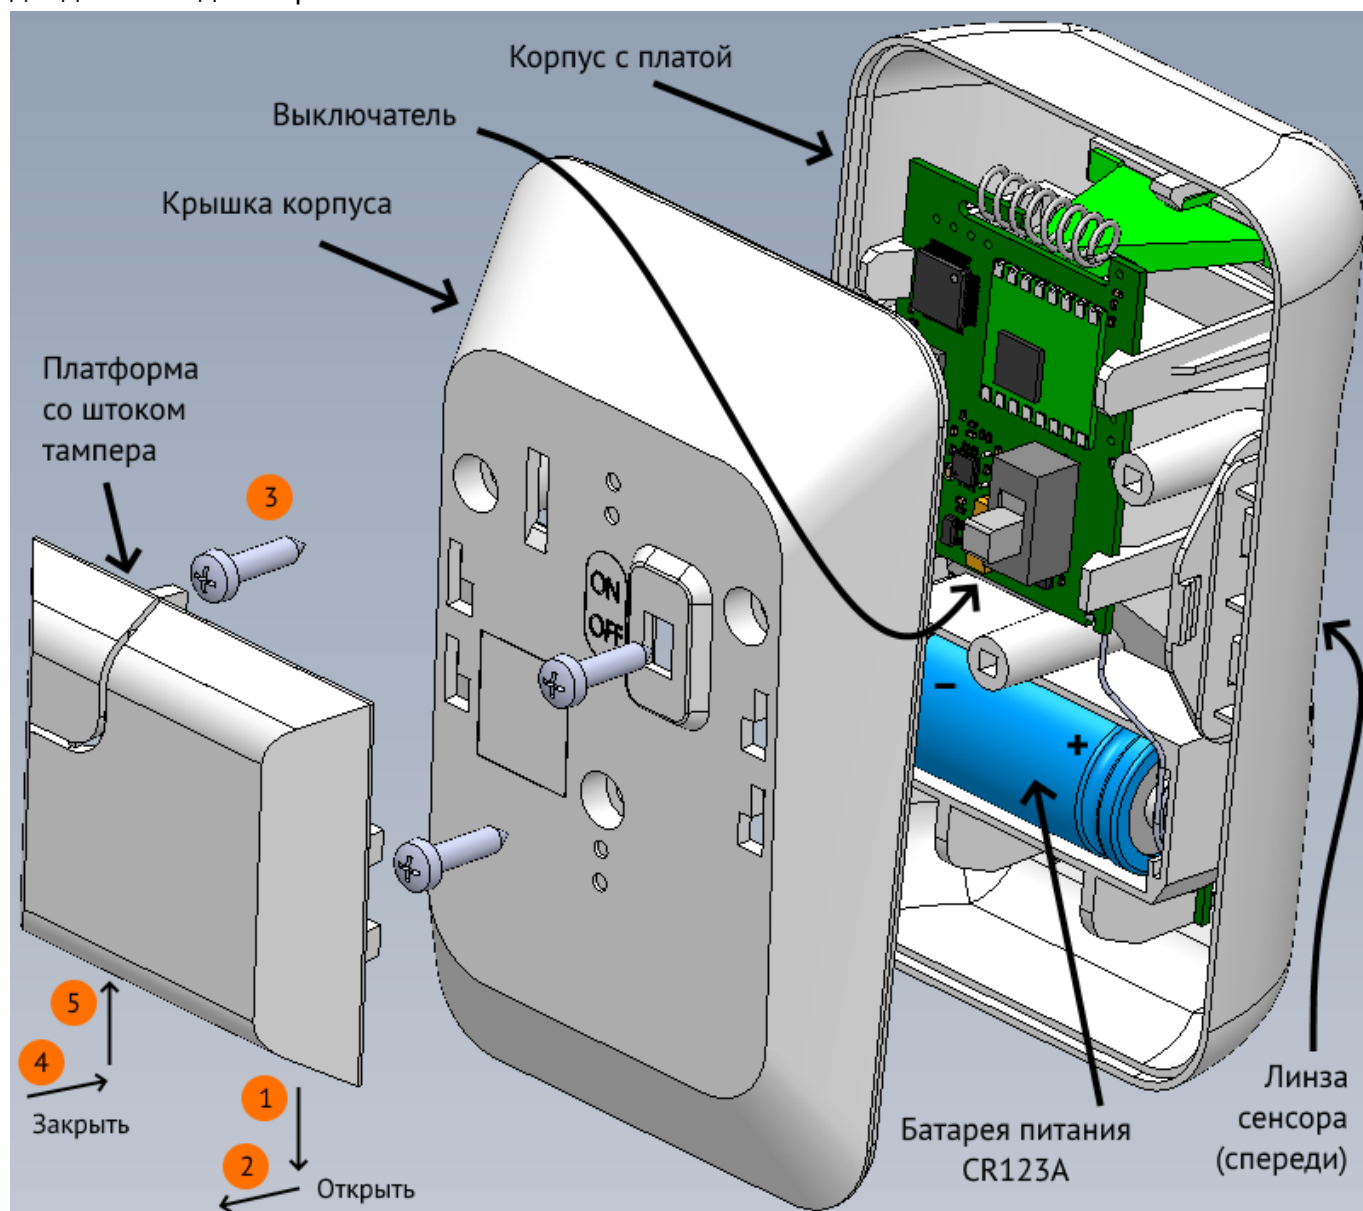

Рисунок 1. Извещатель со снятой крышкой
Извещатель выполнен в пластиковом корпусе с открываемой крышкой (рисунок 1). В корпусе установлена сферическая линза, формирующая объемную зону обнаружения; держатель для установки источника питания; плату с антенной, пироприемником, кнопкой тампера и светодиодными индикаторами.
Для замены батареи питания и монтажа извещателя необходимо снять платформу, держащую извещатель на стене. Для этого следует сдвинуть платформу в направлении **1** до щелчка (см. рисунок 1), после чего вынуть ее в направлении **2**. Используя отметки для крепления на внутренней поверхности платформы, установите и надежно зафиксируйте ее винтами (входят в комплект поставки) на вертикальной поверхности стены таким образом, чтобы установленный на платформу извещатель своей линзой был направлен в направлении, которое нужно контролировать.
Чтобы заменить батарею, переведите выключатель в положение **OFF** (рисунок 1), открутите винты ❸ (3 шт.) и снимите крышку извещателя. Установите/замените батарею питания с соблюдением полярности, установите крышку на прежнее место и закрутите винты ❸.
После этого переведите выключатель в положение **ON** (рисунок 1), установите извещатель на платформу по направлению ❹ и зафиксируйте его сдвигом в направлении ❺ до щелчка. Проверьте надежность срабатывания извещателя во время движения поперек зоны обнаружения, наблюдая события от извещателя в мобильном приложении.